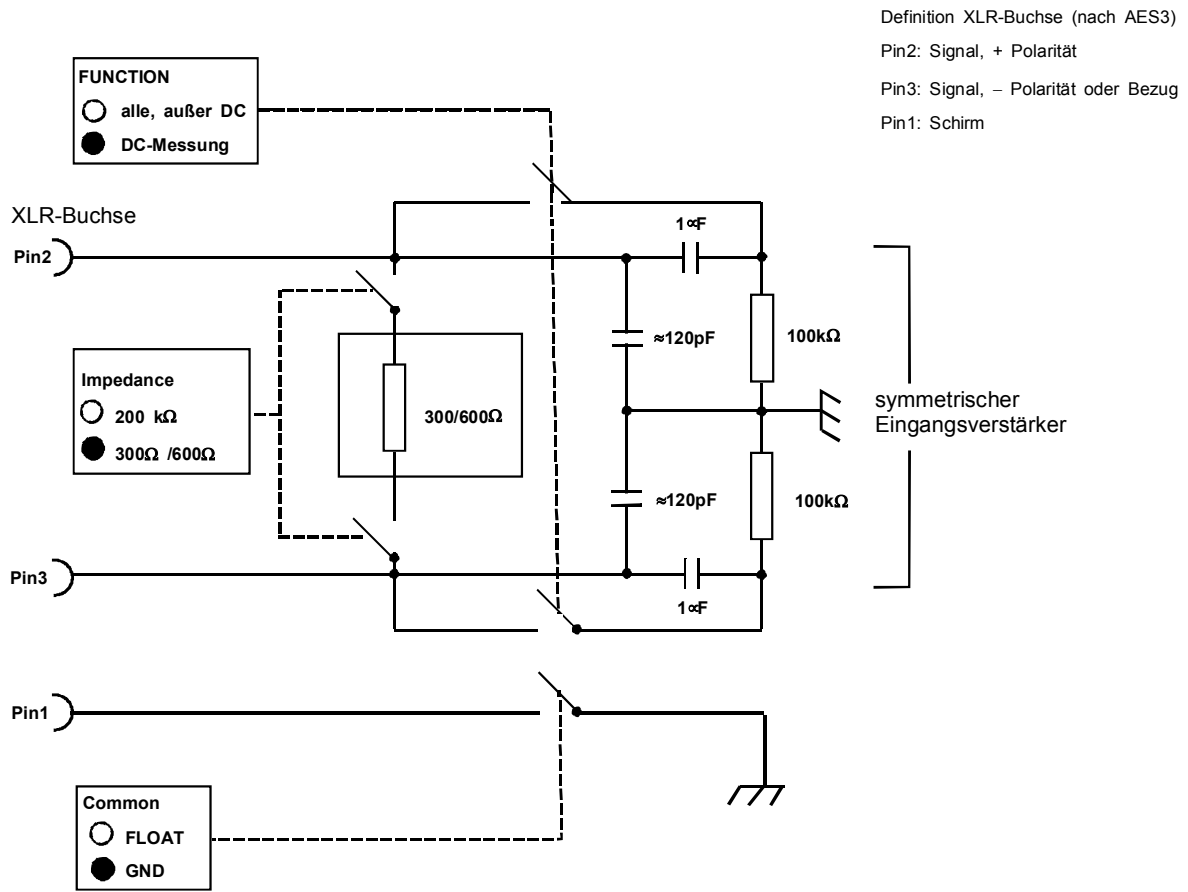

Bild 2-16 Symmetrischer Eingang, (Input BAL, Kanal 1 oder 2)
**Balanced** = erdsymmetrische, Meßeingänge über XLR-Buchsen (siehe Bild 2-16)